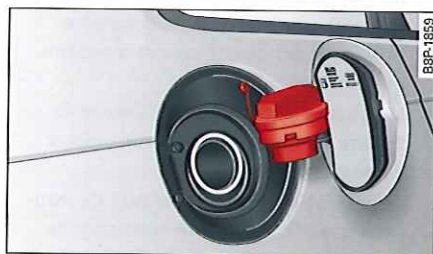

Fig. 168 Volet du réservoir avec bouchon de réservoir
- ▶ Accrochez le bouchon par le haut au volet de réservoir ouvert ⇒ fig. 168